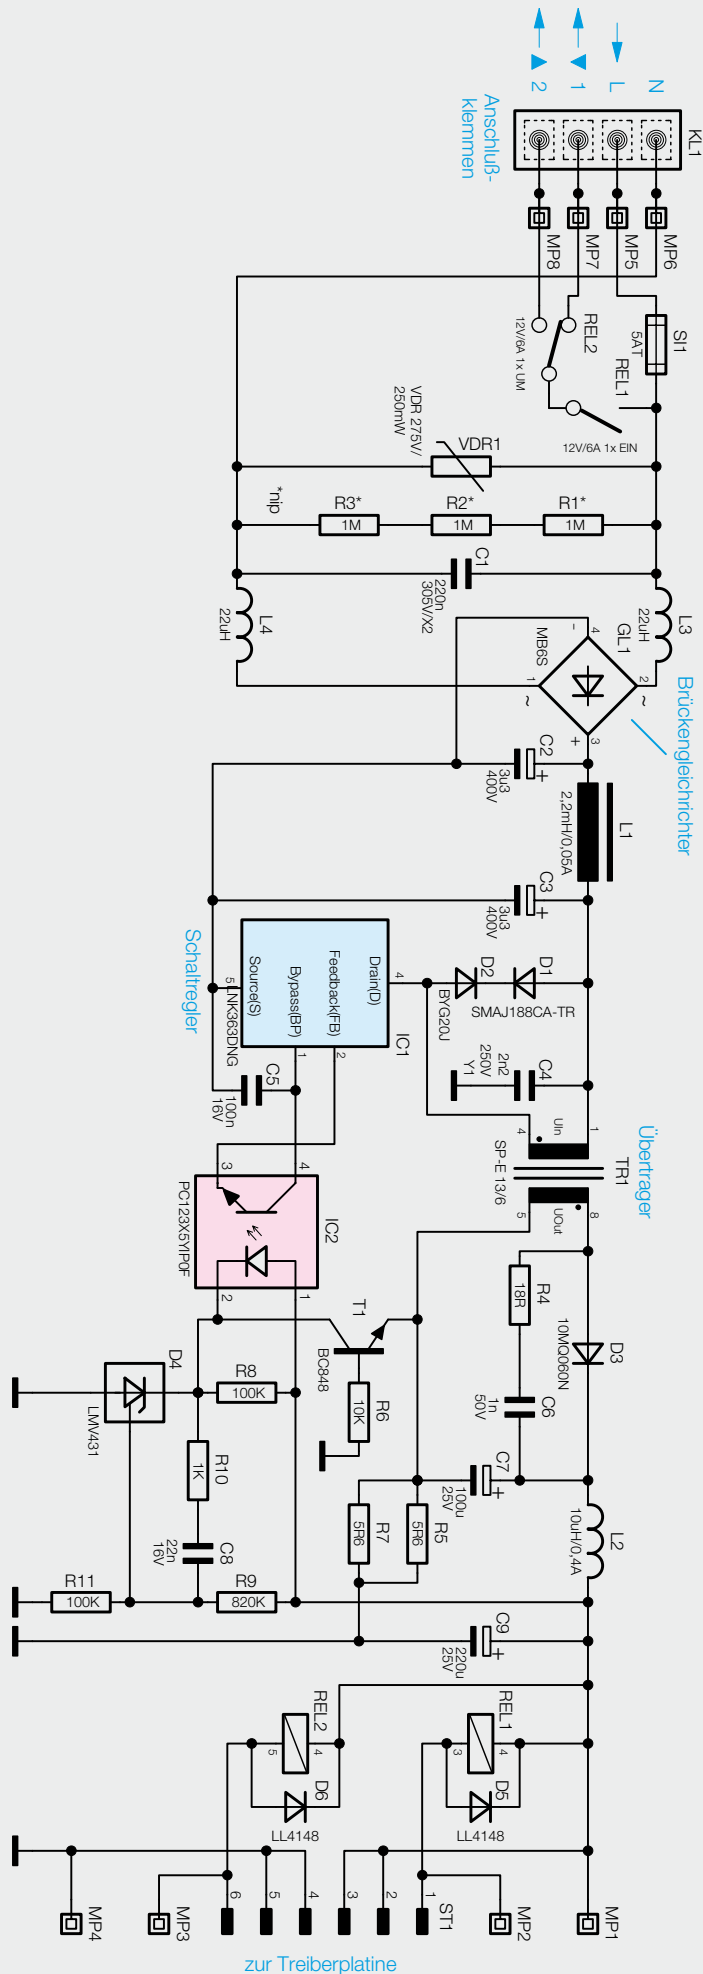

Bild 2: Die Schaltung des Netzteils und der Relaischaltung
**Bild 2** zeigt den Netzspannungsteil der Schaltung sowie das Netzteil und die beiden Relais zur Motoransteuerung. Von der 4fach-Schraubklemme (KL1) gelangt die Netz-Wechselspannung über die Sicherung SI1 und die zur Entstörung dienenden Spulen L3 und L4 auf den Brückengleichrichter GL1. Der Varistor VDR1 dient zum Schutz vor Spannungsimpulsen und der Kondensator C1 zur Entstörung.